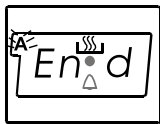

Figura 15
Primero, pulse el botón MODO hasta que visualice la palabra “detener” en la pantalla del temporizador. Cuando vea la palabra “detener” en la pantalla del temporizador, el símbolo (A) comenzará a parpadear. Cuando el temporizador se encuentre en esta posición, ajuste el período de cocción para los alimentos que desea preparar utilizando las teclas (+) y (-). A veces después de finalizar el ajuste, la hora del día aparecerá en la pantalla y los símbolos (A) y  estarán iluminados de manera constante en la pantalla (figura 15).
Segundo, pulse el botón MODO hasta que visualice la palabra “fin” en la pantalla del temporizador. Cuando vea la palabra “fin” en la pantalla del temporizador, el símbolo (A) y la hora del día comenzarán a parpadear y aparecerá también el período de cocción ajustado. Cuando el temporizador se encuentre en esta posición, ajuste el tiempo de finalización para los alimentos utilizando las teclas (+) y (-). A veces, después de finalizar el ajuste, la hora del día aparecerá en la pantalla y el símbolo (A) estará iluminado de manera constante en la pantalla (figura 15).